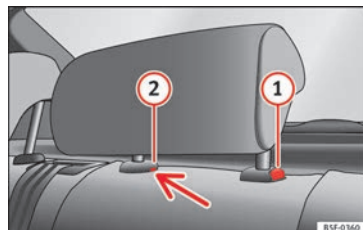

Fig. 143 Apoyacabezas trasero central: punto de desbloqueo.
- Para ajustar el apoyacabezas a una altura menor, pulse la tecla ① » » » fig. 143 y desplácelo hacia abajo.
- Pulse la tecla ① » » » fig. 143, apretando a la vez por el orificio del seguro ② » » » fig. 143 con un destornillador plano de máximo 5 mm de anchura y retire el apoyacabezas.